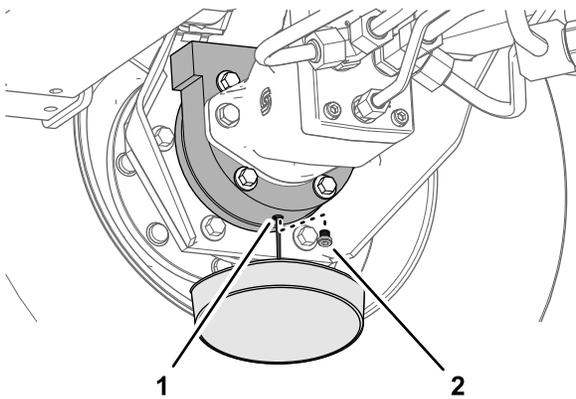

Figura 61
6. Coloque o recipiente de escoamento por baixo da estrutura do travão, retire o tampão e deixe o óleo escorrer completamente (Figura 61).